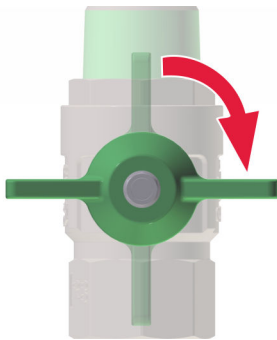

Abb. 34: Hauptabsperrentil schließen
1. ➤ Alle Hauptabsperrentile (Abb. 34) an der Frischwarmwasserstation schließen.